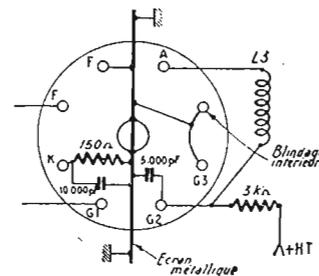

Fig. 4
Enfin, la figure 4 représente la réalisation pratique d'un amplificateur HF de récepteur muni d'un tube à forte pente (EF42) avec grille de commande sur le culot. Un écran métallique soudé sous le support sépare électrostatiquement les bornes (G1) et anode (A) du tube ; des connexions très courtes sont également réalisées.